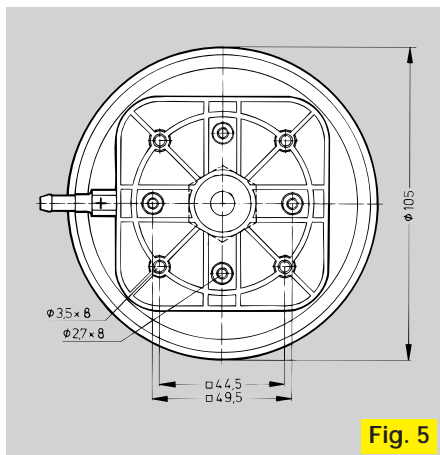

Fig. 5
- 4 Bohrungen Ø 2,7 mm oder Ø 3,5 mm für selbstschneidende Schrauben Ø 3,5 mm oder Ø 4,2 mm max. 8 mm lang (Fig. 5).
- 4 drillings Ø 2.7 mm or Ø 3.5 mm for self-tapping screws Ø 3.5 mm or Ø 4.2 mm, max. 8 mm long (Fig. 5)
- 4 trous Ø 2,7 mm or Ø 3,5 mm pour des vis autotaraudeuses Ø 3,5 mm ou Ø 4,2 mm, d'une longueur de 8 mm maxi (Fig. 5).